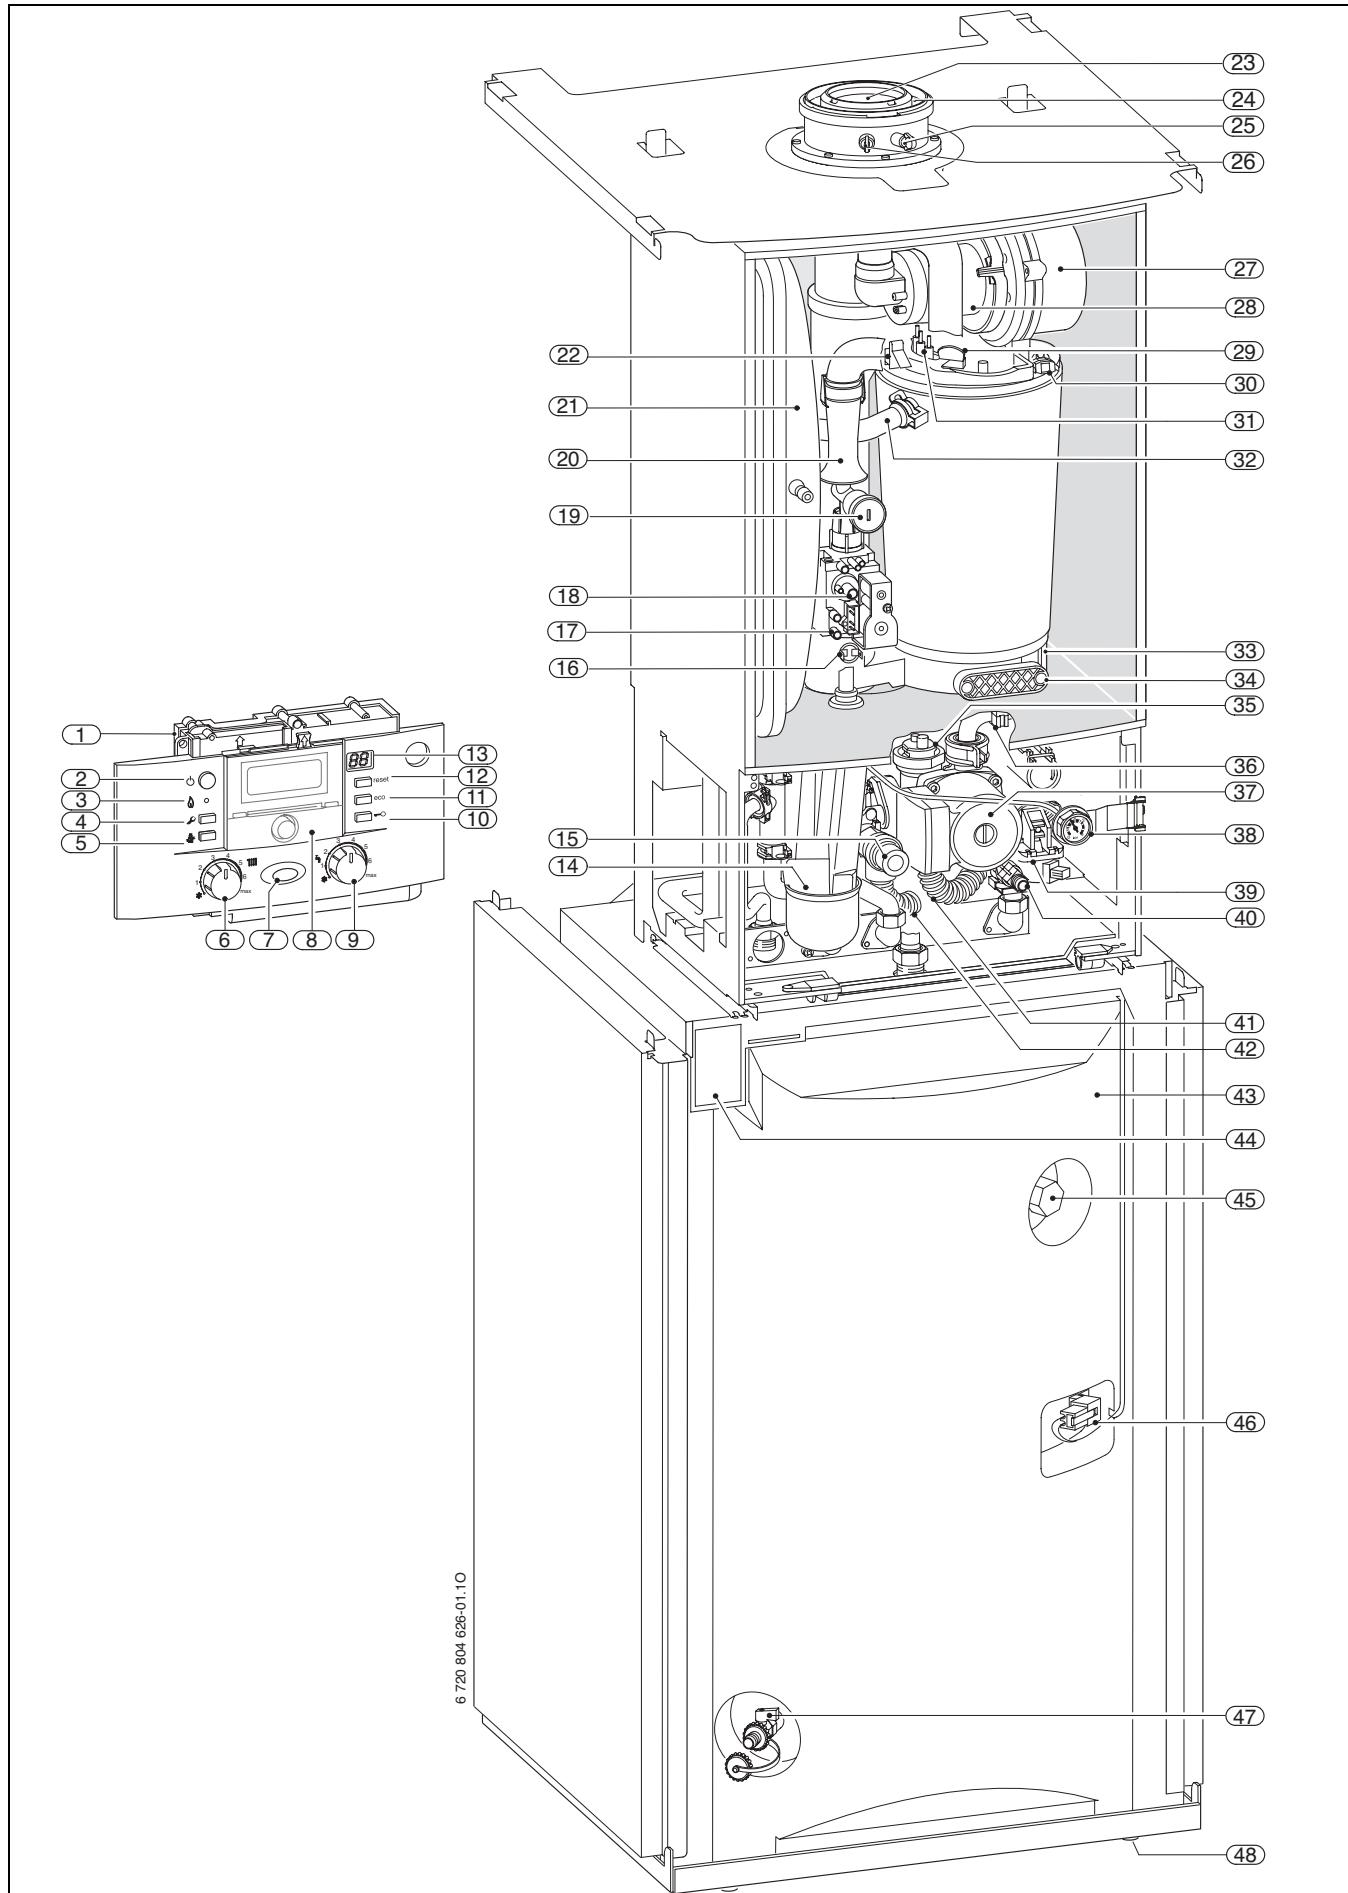

Bild 3
Das Typschild befindet sich innen links oben am Speicher (→ Bild 3, [44], Seite 8).
**Legende zu Bild 3:**